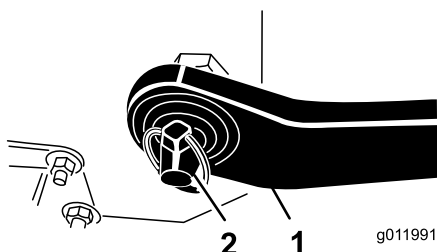

Figura 3
4. Inserite i bracci di attacco inferiori destro e sinistro sui perni di traino (Figura 3).
5. Fissate i bracci di collegamento inferiori ai perni di traino con gli acciarini (Figura 3).